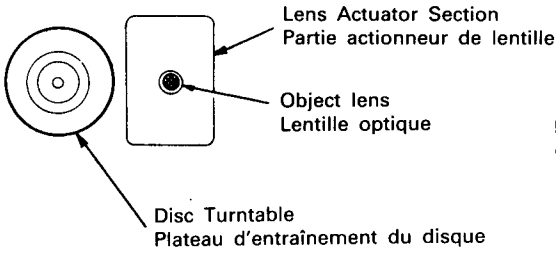

Fig. 11
14. Checking the Object Lens. (Fig. 11)
14. Vérification de la lentille optique (Fig. 11)